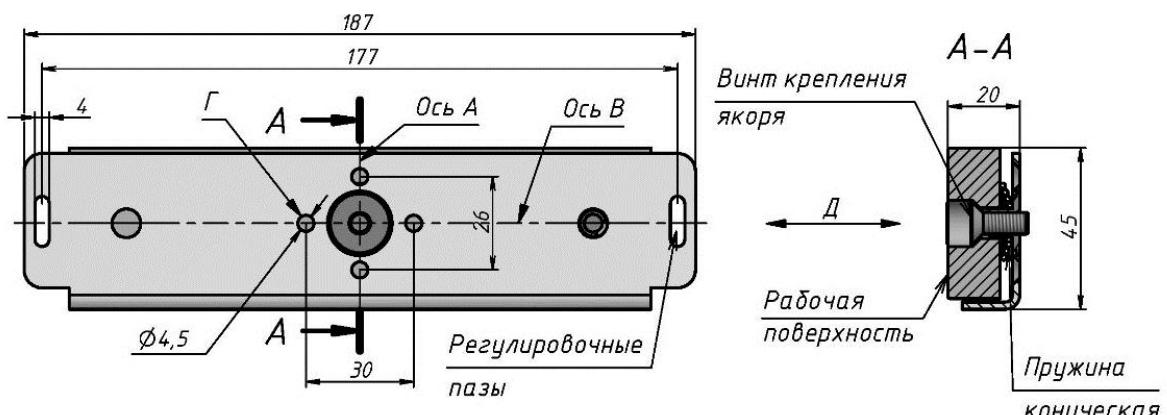

Рисунок 7 - Якорная часть замка варианта «Н» и варианта без датчика контроля.
5.6 Якорная часть замка разборная и состоит из пластины крепления якоря (14), конической пружины (13), якоря (12) и регулировочного винта (16). Пружина обеспечивает необходимый угловой и осевой ход якоря на пластине для плотного прилегания рабочих поверхностей корпуса и якоря. Крепление якоря на пластине выполняется регулировочным винтом (16). Под регулировочный винт в двери необходимо просверлить отверстие диаметром 8-10мм на глубину 10мм. Винт позволяет производить регулировку положения якоря в направлении Δ (рис. 7, 8). Поворот винта на один оборот перемещает якорь на 1мм. Для вращения винта используется шестигранный ключ из комплекта поставки. Максимально допустимое перемещение якоря за счет винта не более 3мм.
5.7 В процессе монтажа якорная и корпусная части замка должны быть совмещены в продольном и поперечном направлении, до совпадения осей А и В. Положение осей показано на рисунках 6, 7 и 8. Для обеспечения совмещения частей замка в поперечном направлении предусмотрены регулировочные овальные пазы в пластине крепления якоря (14) (рисунок 7 и 8), через которые осуществляется предварительный монтаж якорной части. Окончательное закрепление пластины (после совмещения осей) осуществляется четырьмя саморезами (или винтами) через отверстия Г (рисунок 7 и 8).